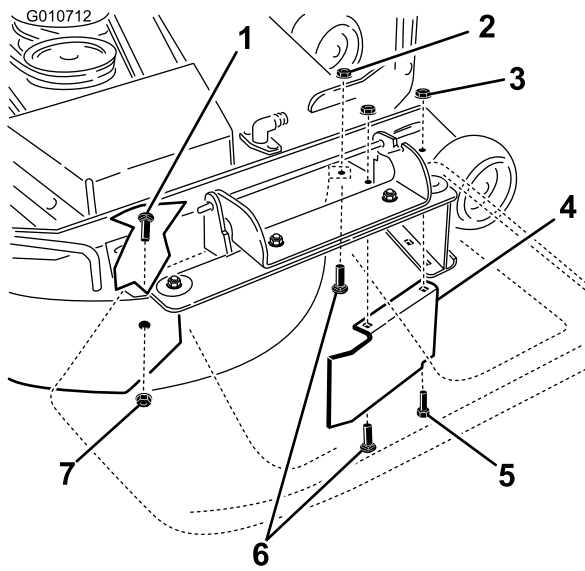

**Figure 3**
- Montez le déflecteur droit sur le tablier de coupe comme illustré à la Figure 3. Fixez les ergots soudés du déflecteur droit sur le dessus du tablier de coupe, au centre et à droite de centre, à l'aide de deux